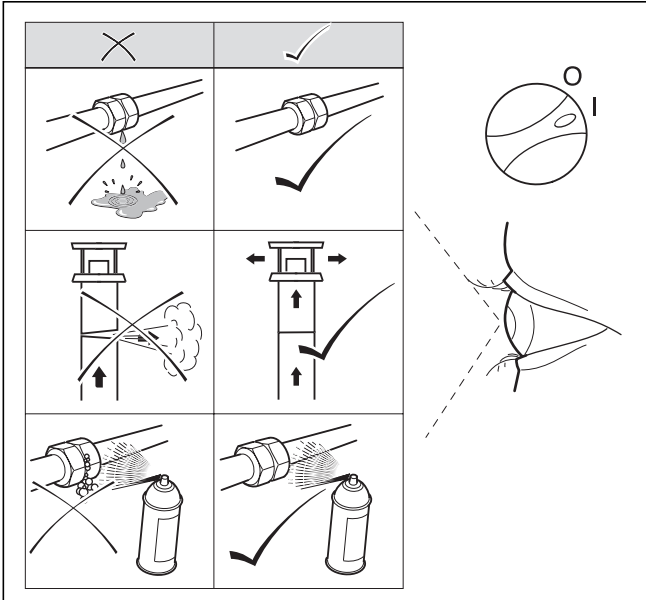

Fig. 6.5 Controllo di funzionamento
- Controllare la tenuta del condotto del gas, dell'impianto di riscaldamento e dei condotti dell'acqua calda (vedi fig. 6.5).